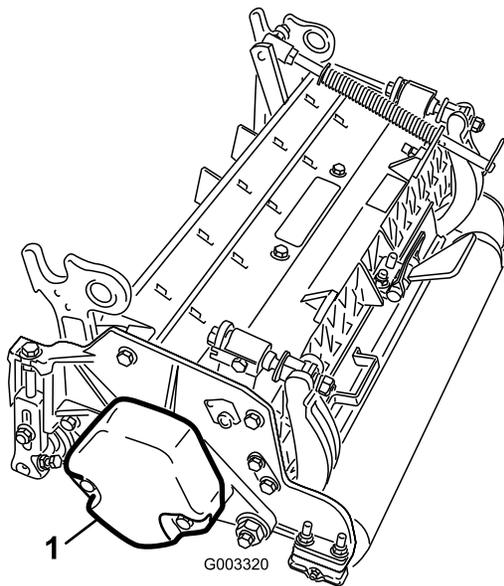

Figura 4
4. Accertatevi che il contrappeso (Figura 4) sia montato all'estremità appropriata di ciascun apparato di taglio, come descritto nel *Manuale dell'operatore* degli apparati di taglio.